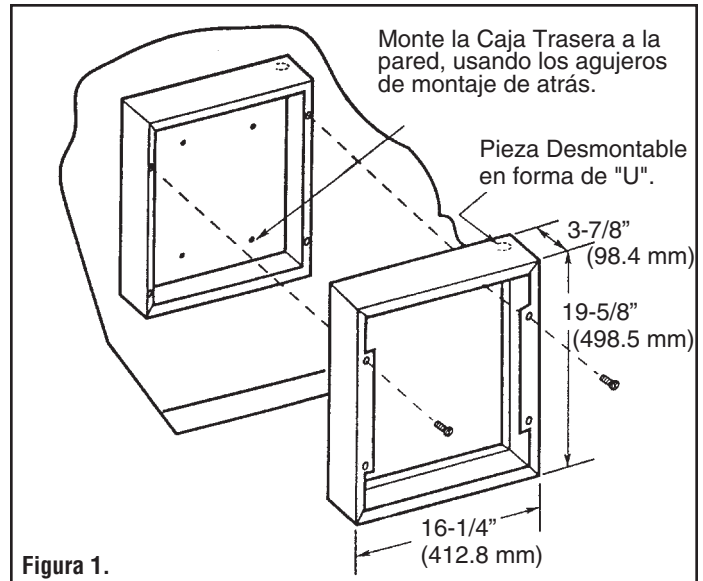

Figura 1.
Instalación de la Caja Trasera con la Armazón de Montaje de Superficie - Cat. No. SM o SMSB (Estudie la Figura 1)
- a. Tienda un cable de la fuente de potencia hasta que quede adentro del área de la esquina de mano derecha superior de la armazón de montaje que se muestra en la figura 1.
- c. Asegure la armazón en su posición sobre la caja con los tornillos que se han provisto, como se muestra en la figura 1